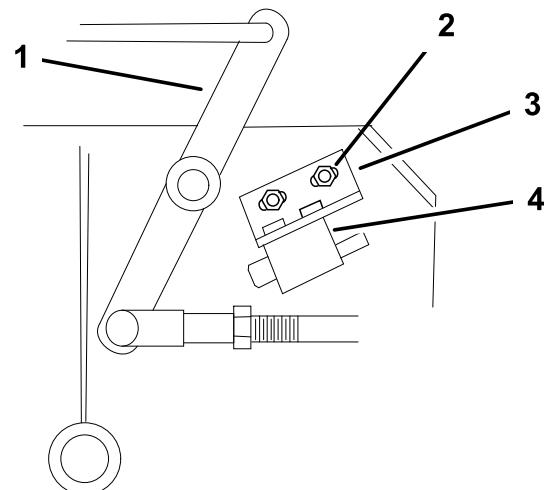

Figure 51
4. Le cas échéant, réglez le contacteur de sécurité des lames en desserrant les boulons de fixation du support du contacteur (Figure 51).
Remarque: Le levier coudé **ne doit pas** toucher le corps du contacteur, car celui-ci pourrait être endommagé (Figure 51).